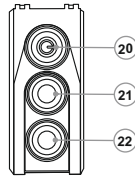

Abb. 4
- Instale por completo el adaptador con el casquillo sobre el objetivo (11) del dispositivo óptico.
- Cambie la palanca (19) de la posición inicial "ABIERTO" a la posición "CERRADO" (ver. Fig.4).